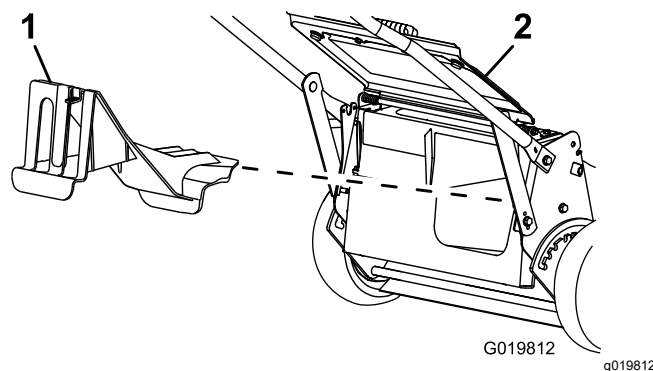

Figura 20
- Se il coperchio di scarico posteriore non è installato, afferratelo dalla stegola, sollevate il deflettore posteriore e inseritelo nel camino di scarico posteriore fino a bloccare il fermo in posizione; vedere Figura 20.